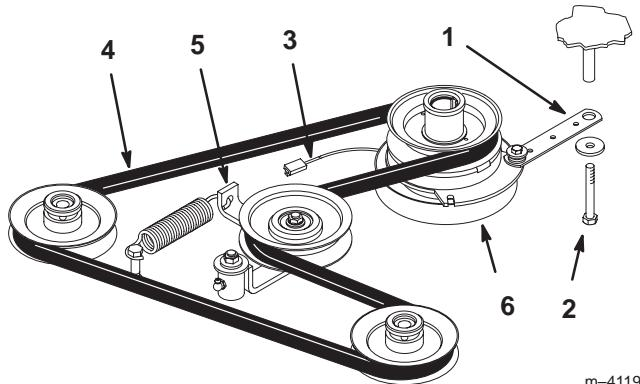

Figure 54
2. Retirez le boulon de la barrette de l'embrayage et débranchez le fil de l'embrayage électrique (Fig. 54).
3. Ecartez la poulie rappelée par ressort. Déposez la courroie de transmission des poulies du moteur et de la pompe hydraulique (Fig. 54).
4. Installez la courroie neuve sur les poulies du moteur et de la pompe hydraulique (Fig. 54).
5. Ecartez la poulie rappelée par ressort, alignez la courroie, puis relâchez-la (Fig. 54).